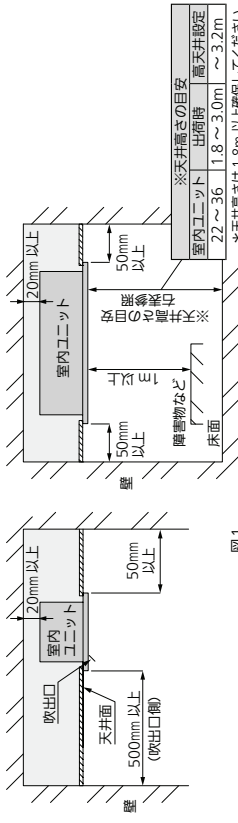

図1
- 3-5. 室内ユニットと障害物および床面などの所要スペースは図1に役ってください。